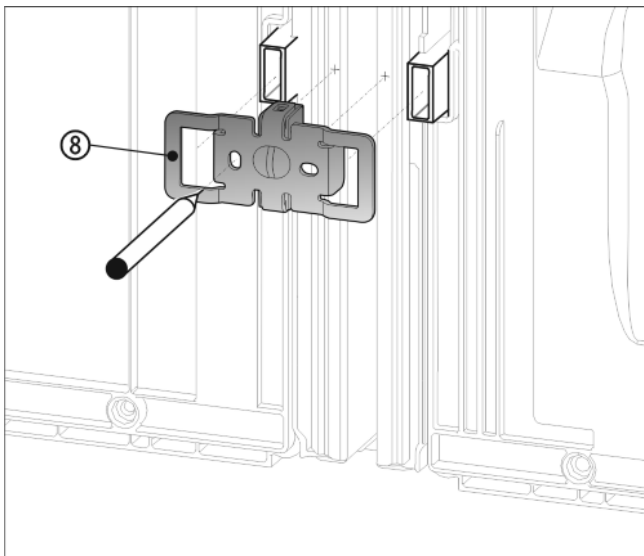

Fig. 10
- Työnnä kulma Fig. 10 (8) aukkoineen seinävälilleen kiinnitykselle